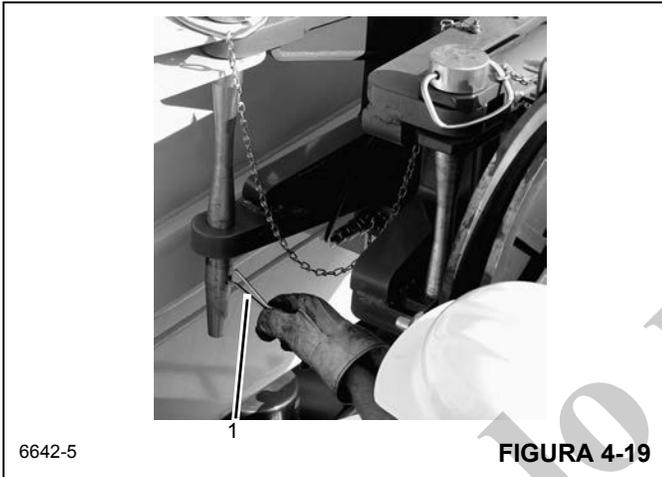

FIGURA 4-19
8. Retire la pinza de retención (1) (Figura 4-19) del pasador que une la sección de 7 m (23 pies) a la sección de base.